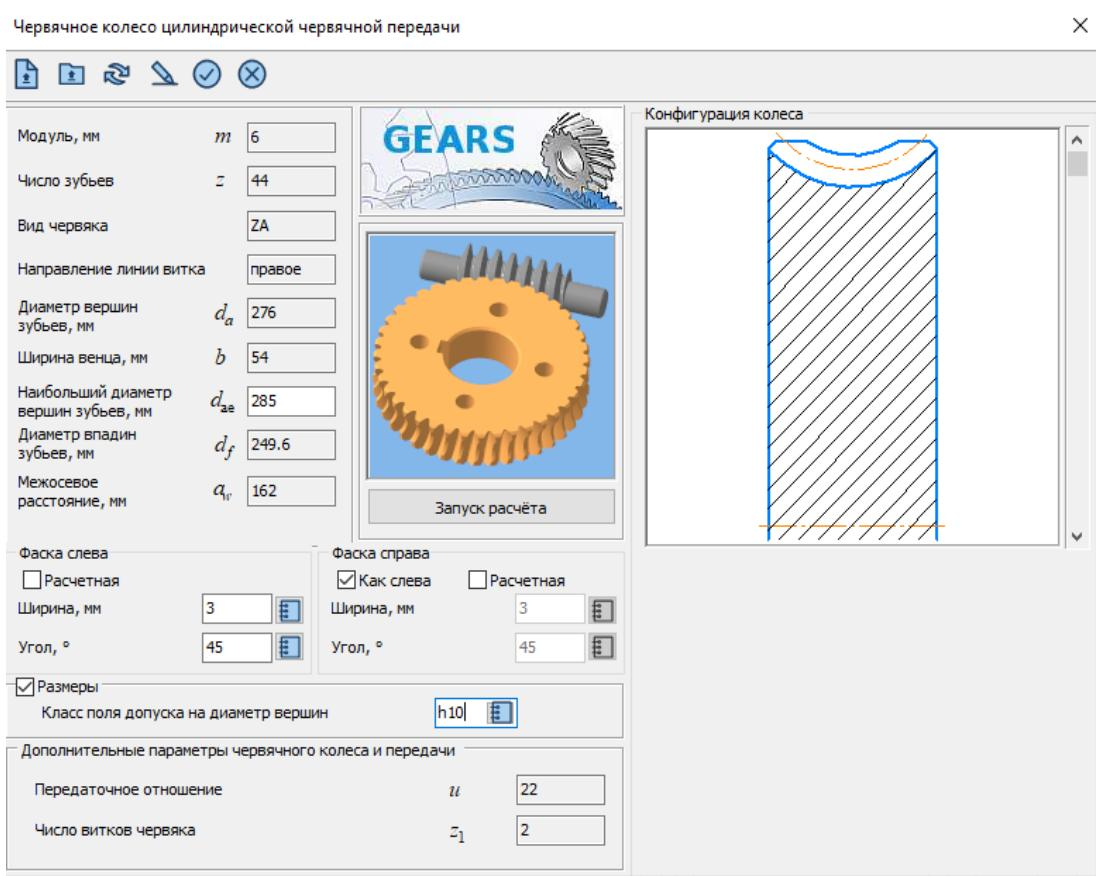

Рисунок 36 - Результаты расчета, ввод параметров фасок
- Для завершения геометрического расчета нажмите кнопку *Закончить расчеты*. Далее в открывшемся окне задайте значение фасок $3 \times 45^\circ$ и нажмите кнопку *Создать* (рисунок 36). Результат построения элемента червячного колеса показан на рисунке 37.